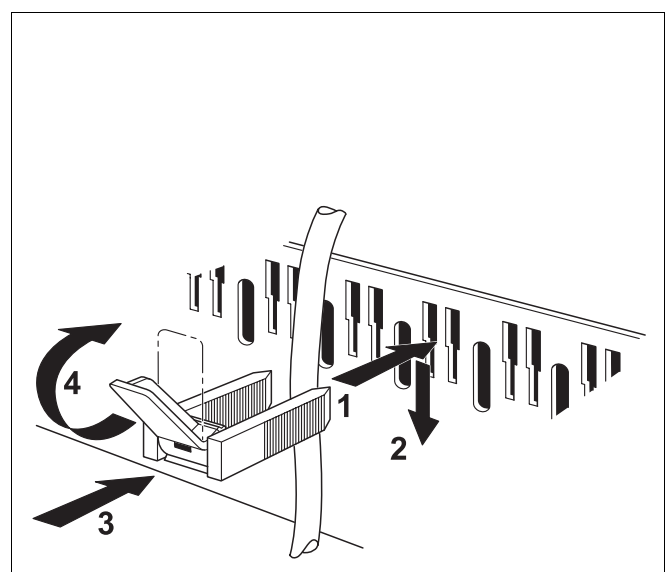

Abb. 7 Kabeldurchführung und Zugentlastung
- Zugentlastung, wie in Abb. 7 dargestellt, mit eingeleiteter Leitung von oben in die Schlitz des Schellenrahmens einsetzen (Abb. 7, **Schritt 1**).
- Zugentlastung herunterschieben (Abb. 7, **Schritt 2**).
- Gegendrücken (Abb. 7, **Schritt 3**).
- Hebel nach oben umlegen (Abb. 7, **Schritt 4**).